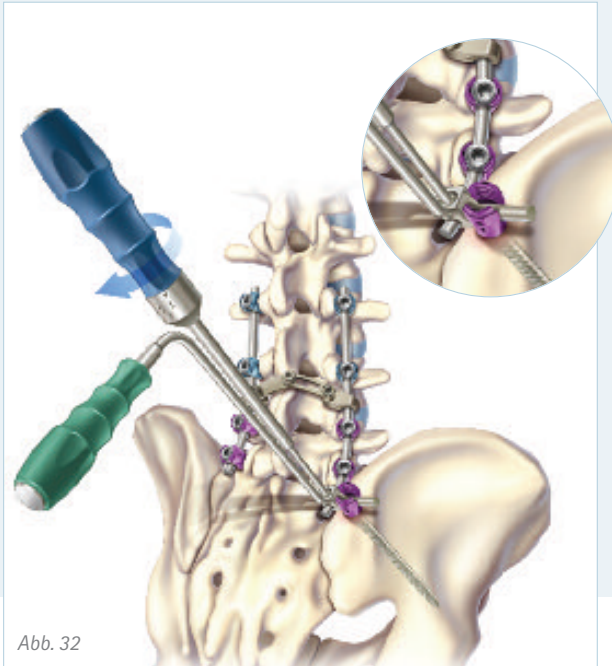

Abb. 32
- Der Stab-zu-Stab Verbinder wird nun mithilfe des Drehmoment-schraubendrehers (FW207R) und dem Gegenhalteinstrument (FW495R) mit 4 Nm (36in/lbs) angezogen (Abb. 32).